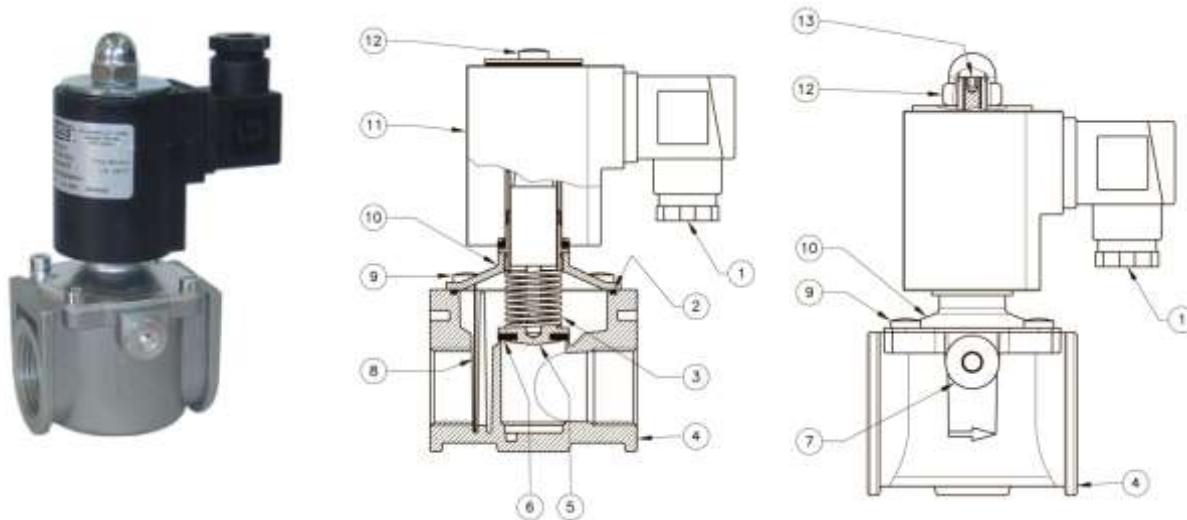

Рис. 1
- **DN 15 ÷ DN 25:** (см. рис. 1) при помощи отвертки отпустить винт крепления электромагнитной катушки (10) и снять катушку (9). Отпустить винты крепления крышки (7) и снять крышку с корпуса клапана (4). Проверить состояние затвора (5), прочистить или, при необходимости, заменить резиновую прокладку. Продуть фильтрующий элемент (6), не извлекая его из корпуса клапана (4). Затем собрать клапан, выполняя обратную последовательность действий.
Клапан (рис. 1) состоит из: электрический коннектор (1); верхнее уплотнительное кольцо (2); пружина запирающего механизма (3); корпус (4); затвор (5); манжета затвора (6); заглушка (7); фильтрующая сетка\* (8) (опция); винт (9); крышка (10); электромагнитная катушка (11); винт крепления электромагнитной катушки (12); винт регулировки расхода (13).